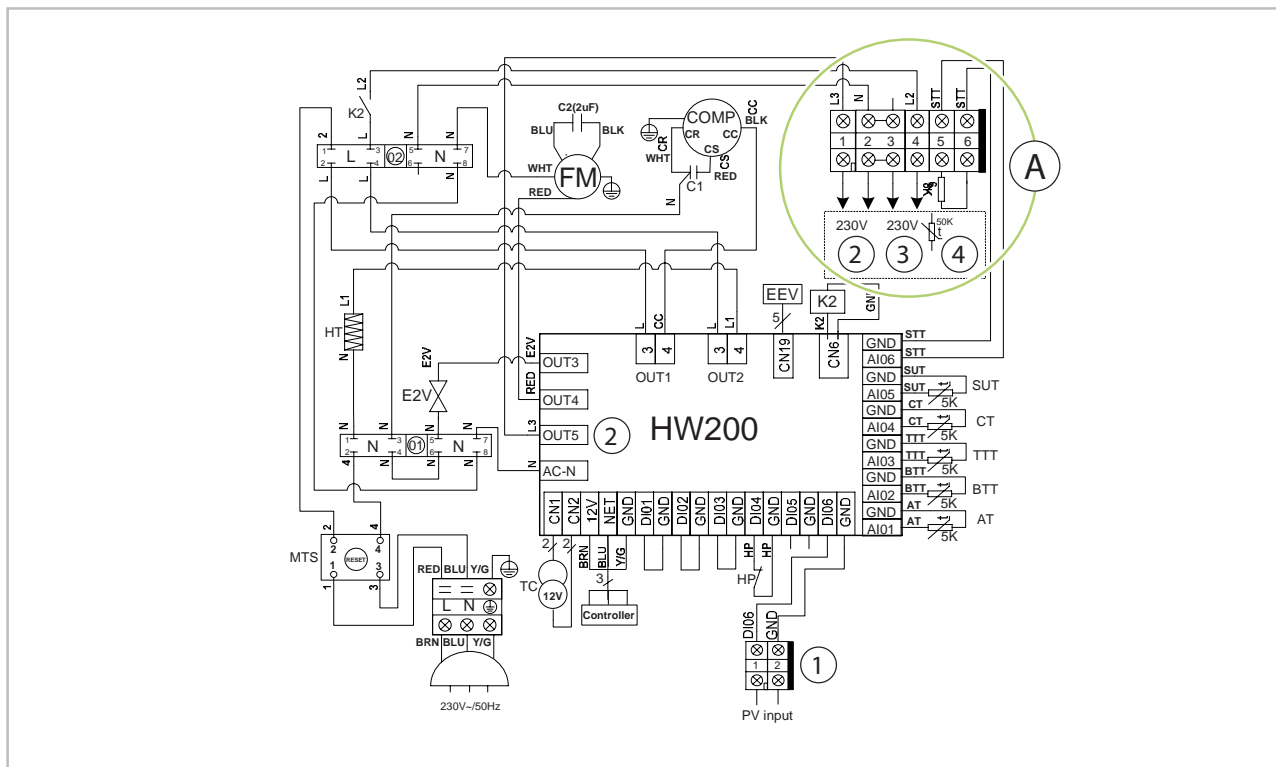

Abb. 40: Elektrisches Schaltschema Brauchwasser-Wärmepumpe mit Solaranbindung
- Zum Betrieb der Wärmepumpe in Verbindung mit max. 7,5 m² solarer Kollektorfläche muss nach Erstellung des hydraulischen Anschlusses noch der im Lieferumfang enthaltene Kollektorfühler angeschlossen werden. Nutzen Sie hierfür den entsprechenden Messpunkt Ihrer Kollektorfläche und schließen Sie den Fühler am Anschluss (Abb. 40) Klemme 4 an. Die Solarkollektorpumpe wird an der Klemmen 2 installiert.
Für den Betrieb der REMKO RBW-Brauchwasser Wärmepumpe in Verbindung mit einer Photovoltaik Anlage haben Sie die Möglichkeit den potentialfreien Kontakt (Abb. 40) Klemme 1 zu verwenden.